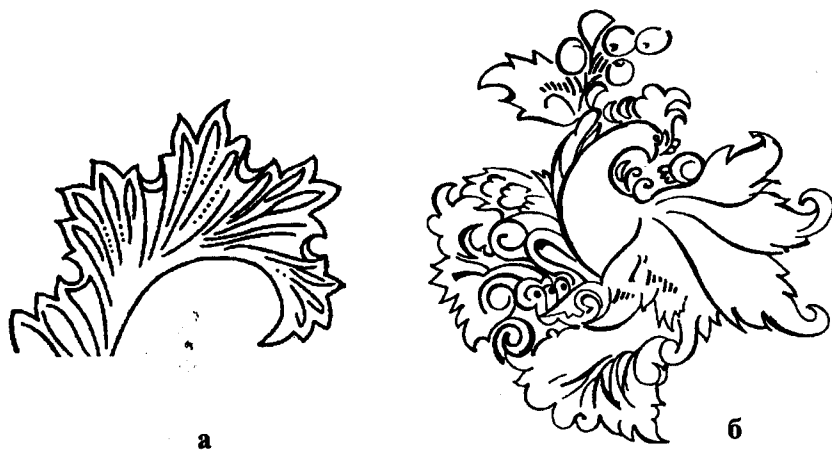

Рис. 41. Орнаментное изображение: а — листья; б — плоды садовых деревьев и птица
*Орнаментом* называют узор, состоящий из ритмически повторяющихся элементов. («Орнамент» в переводе с латинского означает «узор».) Русский орнамент содержит изображения полевых цветов, колосьев ржи и пшеницы или их снопы, листья (рис. 41, а), плоды садовых деревьев и кустарников (рис. 41, б) — символ плодородия. Изображение птицы в русском орнаменте (рис. 41, б) — символ счастья.